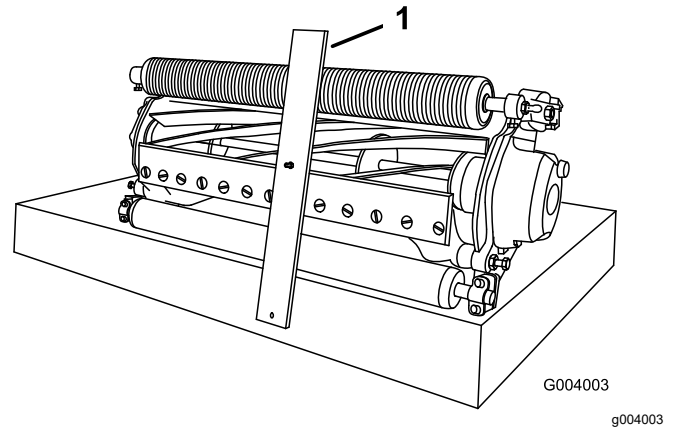

图 15
2. 将剪草高度调刀尺的螺栓头钩在底刀刀刃的右侧并将调刀尺的后端放到滚筒后部上 图 15。